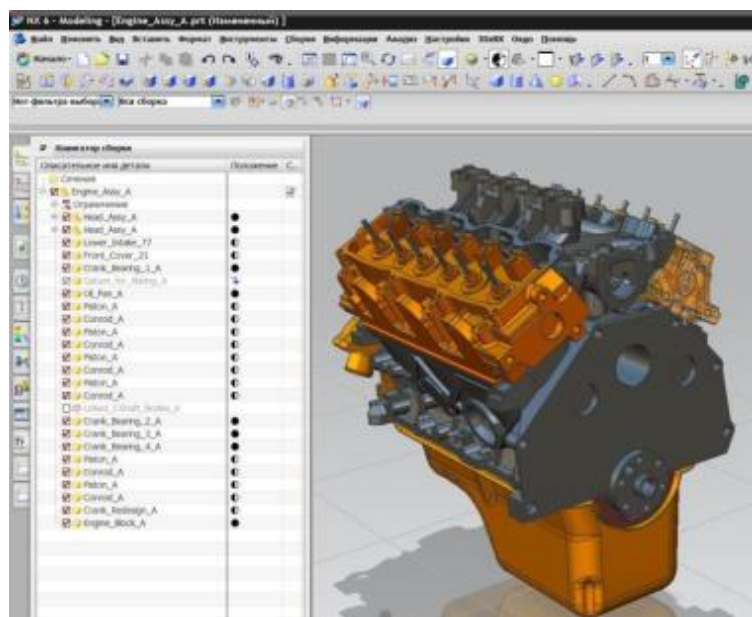

Рис. 1.3 Модуль Сборки
**Сборки.** Этот модуль предназначен для конструирования сборочных единиц (узлов), моделирования отдельных деталей в контексте сборки (рис.1.3).